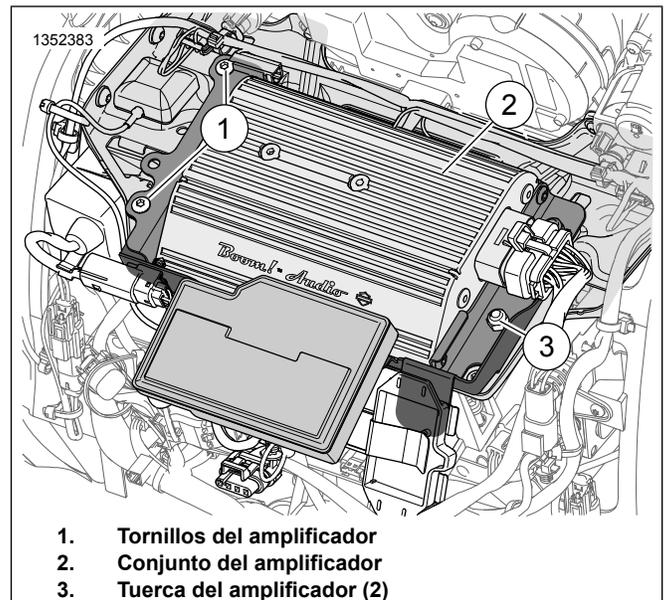
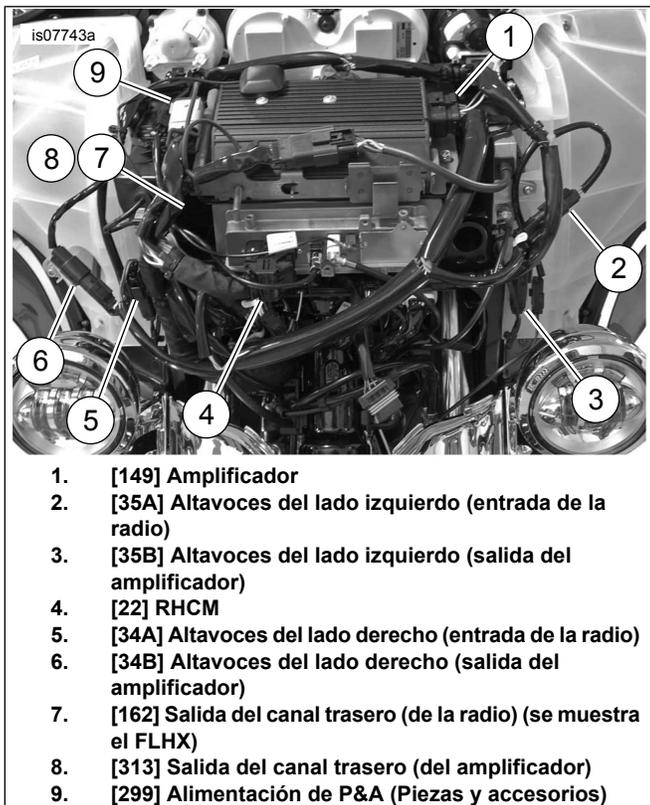

Figura 8. Instalación del amplificador
Figura 10. Conexiones del mazo de cables
2. Vea la Figura 8. Instale el amplificador.
4. Vea la Figura 10. Coloque el mazo de cables como se muestra y conecte los conectores. Las conexiones para [162] y [313] se detallan en las siguientes notas.
- Si este amplificador se utiliza con un secundario para habilitar seis u ocho altavoces, vea los detalles de conexión de los conectores [162] y [313] en Tabla 1 y Tabla 2, y en el kit 76000280. FLHX(S) [162] (F) una salida de canal trasero Molex de 4 vías de la radio. Se utiliza para la salida de los altavoces sin amplificador. Vea Figura 8. No se usa con amplificador principal, se usa para la ENTRADA del amplificador secundario. Vea Figura 10. FLHTC/FLHTK/TRIKE [162] (R) una salida de canal trasero Molex de 16 vías de la radio. Contiene todos los cables de la cápsula de altavoces traseros. Instala 69200714 para usarlo con amplificadores (consulte el paso 7). Amplificador de fuselaje [313] una salida de canal trasero Molex de 4 vías del amplificador principal, se puede usar para los altavoces de la alforja, cápsulas traseras o partes inferiores del fuselaje. Reservado para las partes inferiores del fuselaje cuando se usa en modelos de seis u ocho altavoces.